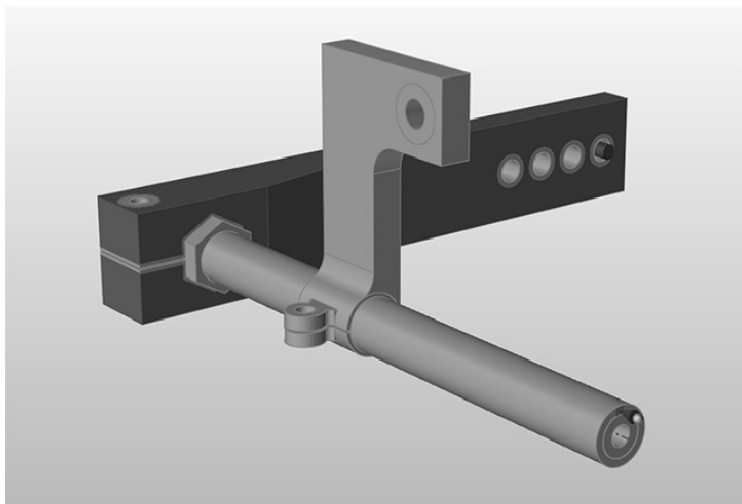

图 12-2
6) 该模型已经定义了一个载荷工况，如图 12-2 所示。该载荷工况的目的是精确模拟从施加在杆内侧的扭矩向被指定为设计空间的托架传递的载荷。